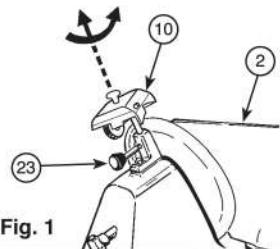

Fig. 1
- Vérifiez que la paroi amovible (2) est fermée (bouton gradué (6) en position « 0 »).
- Desserrez le bouton de verrouillage (23) de l'affûteur (10).
- Levez l'affûteur, en le tournant de 180° afin que les deux meules soient en position de fonctionnement. Voir Fig. 1.
- Abaissez l'affûteur (10) jusqu'à ce qu'il se bloque.
- Sécurisez l'affûteur en tournant le bouton de verrouillage (23).
- Allumez (5).
- Pressez le bouton (26) et laissez la lame tourner pendant environ 1 minute. Lorsque la lame est immobile, vérifiez si des bavures se sont formées sur le bord.
- Après avoir vérifié la présence de bavures, allumez et pressez légèrement le bouton (27) pendant environ 3 secondes pour éliminer les bavures produites par l'affûtage.